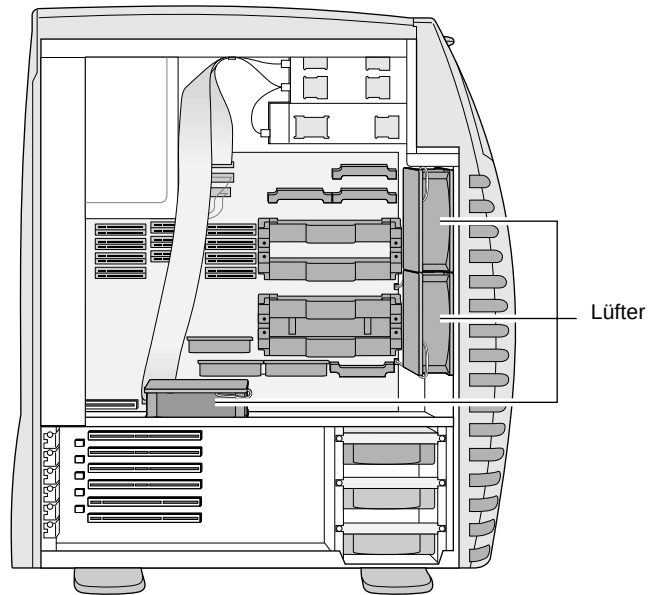

Abbildung 7-10 Lage der Lüfter
6. Bestimmen Sie den Lüfter, den Sie austauschen möchten. Siehe Abbildung 7-10.